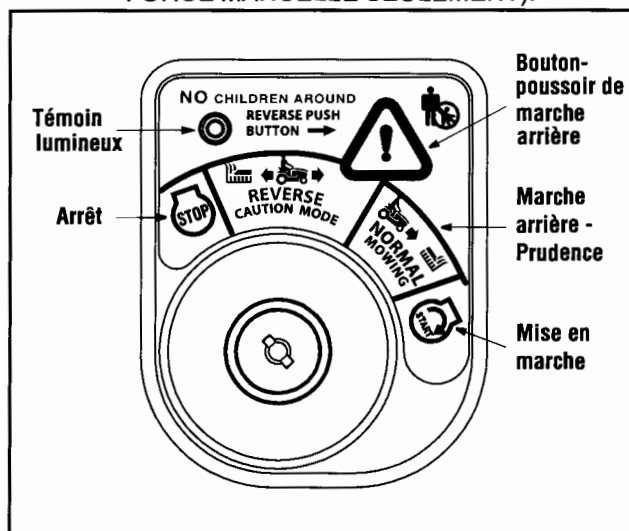

Figure 11
2. Déplacez la clé de la position « **NORMAL MOWING** » (Verte) (Tonte normale) à la position « **REVERSE CAUTION MODE** » (Jaune) (Marche arrière - Prudence). Voir la Figure 11.
gauche s'allume quand la marche arrière est embrayée. Voir la Figure 11.